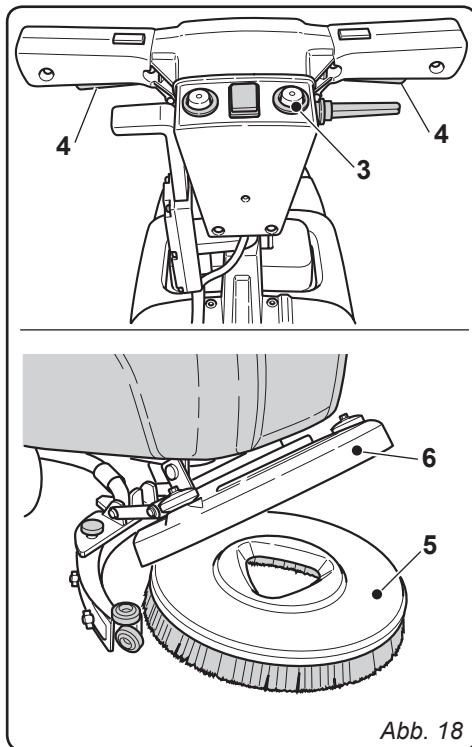

Abb. 18
11.1.e - Auswechseln der Bürste (Abb. 18)